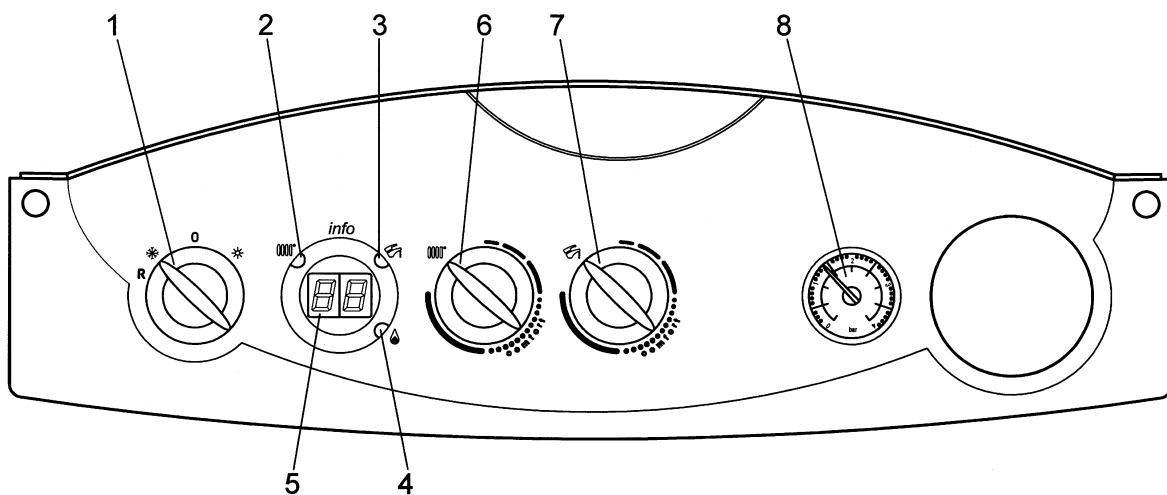

Fig. 1
1. Ensure that the electricity and gas supplies are turned on. Check that the central heating pressure is between 1.0 and 1.5 bar (14.50 and 21.76 lb/in²) - 8 Fig. 1.
3. In either position the display (5 Fig. 1) indicates the temperature of the central heating water.
4. **Fig. 2.1 Position:** In this position the central heating will operate according to demand or provide domestic hot water when a tap or shower is turned on (3 Fig. 1). Priority is given to domestic hot water.
5. **Fig. 2.2 Position:** In this position hot water will be provided when a tap or shower is turned on. The hot water neon () will illuminate (3 Fig. 1).
7. The orange neon () will illuminate when the boiler is operating and the main burner is on (4 Fig. 1).
1. Vérifiez que la chaudière est sous tension et que le gaz est ouvert. Vérifiez que la pression de l'installation de chauffage central est comprise entre 1,0 et 1,5 Bar (14.50 et 21.76 lb/in²) - 8 Fig.1.
3. Sur ces deux positions l'efficheur (5 Fig.1) indique la température de l'eau dans l'installation de chauffage.
4. **Fig. 2.1 Position:** lorsque le sélecteur est sur cette position, le chauffage central fonctionne et produit de l'eau chaude sanitaire (3 Fig.1). L'eau chaude sanitaire est prioritaire.
5. **Fig. 2.2 Position:** lorsque le sélecteur est sur cette position, la chaudière produit uniquement de l'eau chaude. Le voyant de l'eau chaude () est allumé (3 Fig.1).
7. Le voyant orange () du brûleur s'allume pendant le fonctionnement de la chaudière et lorsque le brûleur principal est allumé (4 Fig.1).
- Turn the control knob clockwise to increase the temperature (6 Fig. 1).
- Domestic Hot Water:** The temperature of the domestic hot water can be adjusted by turning the control knob clockwise to increase up to a maximum of 60° C (140°F) - 7 Fig. 1.